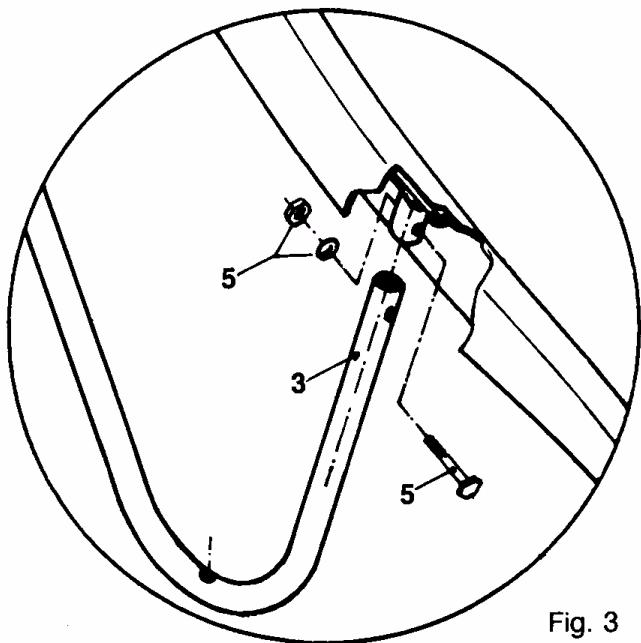
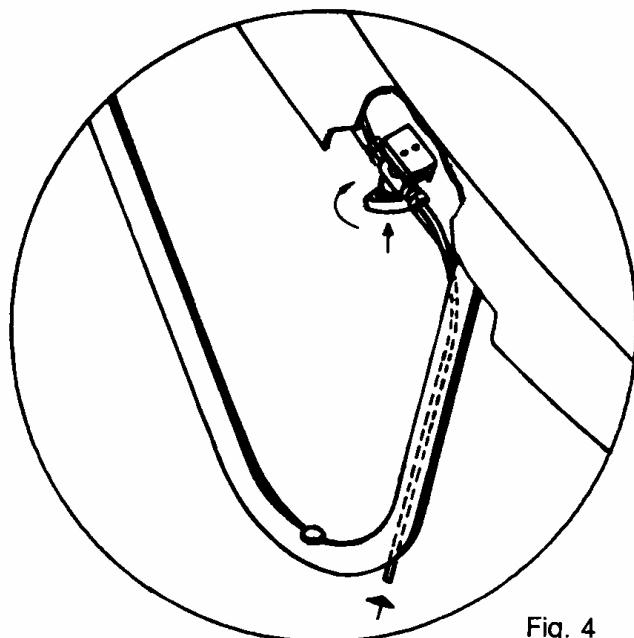

Fig. 3
Fig. 4
- C. Slot rails (2, 3) into their corresponding holes by means of screws (M8), nuts and washers (5). Fig. 3.
- E. Place slide in its eventual position. Note where holes will have to be drilled into the ground, remove slide and drill where necessary to embed the studs (8). Finally, place the discs (11) below the rails (2) and fix the slide with screws (9, 10).
- F. Connect the ø 10 mm. valve to a water source. Fig. 4.
- C. Introduire les mains courantes (2-3) dans leurs emplacements respectifs, en vissant les écrous M8, écrous et rondelles (5). Fig. 3.
- E. Placer le toboggan sur l'emplacement définitif. Marquer les trous de fixation sur le sol. Retirer le toboggan et effectuer les percements pour les chevilles (8). Mettre les joints plats (11) sous les platines et fixer le toboggan à l'aide des visseries 9 et 10.
- F. Raccorder la vanne ø 10 mm. à une prise d'eau. Fig. 4.
- C. Introducir las barandillas (2-3) en los alojamientos correspondientes, fijándolas con los tornillos M8, tuercas y arandelas (5). Fig. 3.
- D. Montar los peldaños (6), (6a), (6b) mediante los tornillos M8, tuercas y arandelas (7), (7a), (7b).
- E. Colocar el tobogán en su emplazamiento definitivo. Marcar los taladros de fijación en el suelo; retirar el tobogán y efectuar los taladros para el anclaje de los tacos (8). Finalmente colocar los discos (11) debajo las barandillas (2) y fijar el tobogán mediante los tornillos autoroscados (9) y (10).
- F. Empalmar la entrada de la válvula ø 10 mm. a una toma de agua. Fig. 4.
- C. Collocare i corrimano (2-3) nei propri alloggiamenti, fissandoli con i bulloni M8, dado e rondella (5). Fig. 3.
- D. Montare i gradini (6), (6a), (6b) mediante i bulloni M8, dado e rondella (7), (7a), (7b).
- E. Collocare el toboga al suo posto definitivo, segnare al suolo con il trapano i punti di fissaggio, tirare via il toboga e fare i fori per l'ancoraggio delle base (8) alla fine collocare i dischi (1) sotto i corrimano (2) e fissare il toboga mediante i bulloni autofilettanti (9) e (10).
- F. Congiungere l'entrata della valvola da ø 10 mm. a una presa d'acqua. Fig. 4.
- C. Handlauf/Stütze (2-3) an den entsprechenden Stellen einfügen und mit den Schrauben M8, Muttern und Beilagscheiben (5) befestigen. Fig. 3.
- D. Stufen (6), (6a), (6b) mit den Schrauben M8, Muttern und Beilagscheiben (7), (7a), (7b) befestigen.
- E. Rutsche an der gewünschten Stelle aufstellen. Befestigungslöcher am Boden markieren; Rutsche wegziehen und Löcher für die Verankerung der Dübel (8) bohren. Scheiben (11) unter den Handlauf (2) legen und Rutsche mit den selbstschraubenden Schrauben (9) und (10) befestigen.
- F. Einlaufseite des Ventils ø 10 mm. mit Wasseranschluss verbinden. Fig. 4.
- C. Introduzir os corrimãos (2-3) nos orifícios correspondentes, fixando-os com os parafusos M8, porcas e anilhas (5). Fig. 3.
- D. Montar os degraus (6), (6a), (6b) com os parafusos M8, porcas e anilhas (7), (7a), (7b).
- E. Colocar o escorrega na sua posição definitiva. Marcar os buracos da fixação no solo retirar o escorrega e efetuar a escavação para a fixação das ancoras (8). Finalmente colocar os discos (11) debaixo dos corrimãos (2) e fixar o escorrega com os parafusos (9) e (10).
- F. Ligar a entrada de Válvula ø 10 mm. a uma tomada de água. Fig. 4.